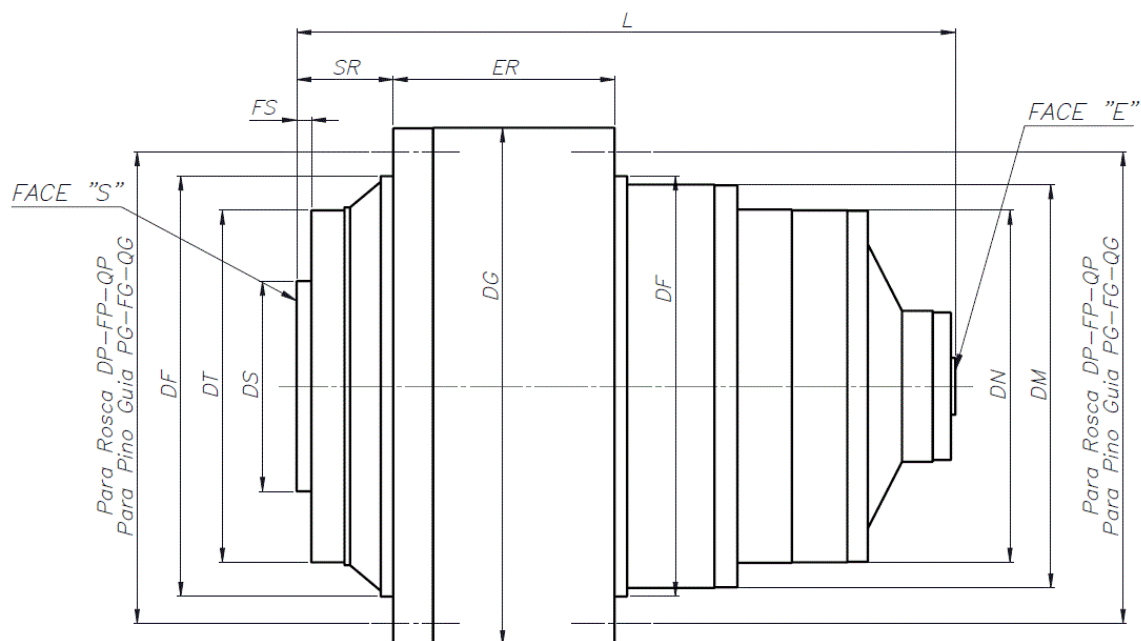

Figura 1
- ⌚ Figura 1 não mostra Eixo de saída e Eixo de entrada;
- Face S é mesma mostrada na Figura 1;
- Face E é mesma mostrada na Figura 1;